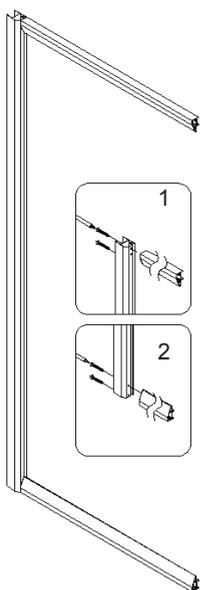

Рис. 5
4. Установите профиль для стекла (**02**) и направляющую рейку (**03**) при помощи шурупа с полукруглой головкой 4.2×35. См. рис. 5 и 6 для более подробной информации.